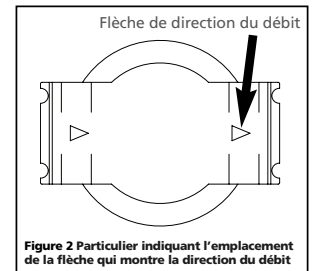

Figure 2 Particulier indiquant l'emplacement de la flèche qui montre la direction du débit
1. Trouver la flèche de la direction du débit d'air (voir Figure 2, particulier). Cette flèche indique la direction du débit d'air, soit, indique la sortie d'air.
- Vérifier que la flèche pointe vers la sortie (voir Figure 2).